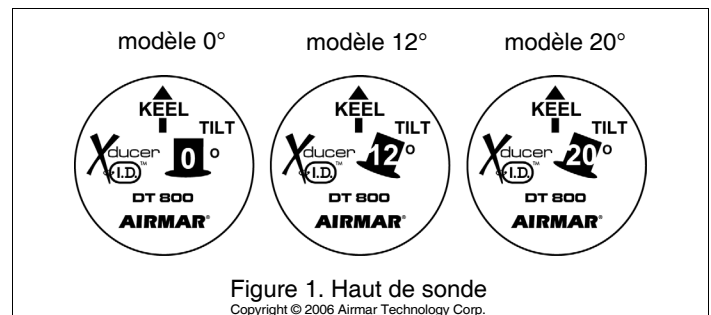
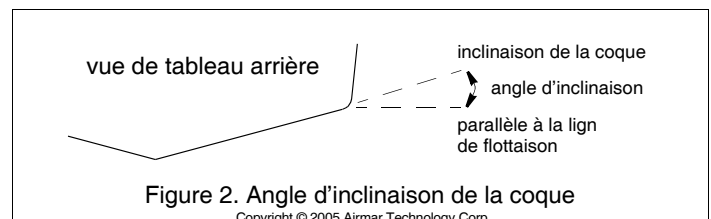

Figure 1. Haut de sonde
Figure 2. Angle d'inclinaison de la coque
Vérifiez que l'angle d'inclinaison de votre modèle de sonde est conforme à l'angle d'inclinaison de la coque à l'emplacement d'installation. L'angle d'inclinaison est imprimé sur le haut de la sonde (voir Figure 1). Mesurez l'angle d'inclinaison de la coque à l'emplacement d'installation sélectionné à l'aide d'un rapporteur ou d'un niveau avec affichage numérique (voir Figure 2).
6. Enflez l'insert sur le passe-coque en orientant l'empreinte de la flèche matricée sur le dessus vers la QUILLE vers l'axe longitudinal de la coque (voir Figure 1). Veillez à enfiler l'insert complètement.